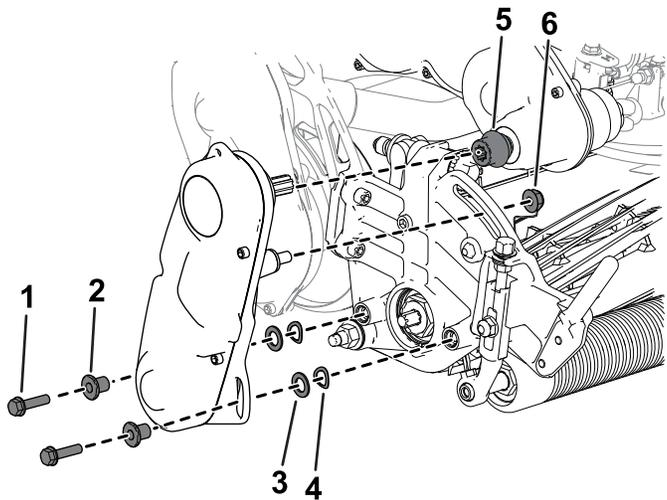

**Bild 7**
- A. Verwenden Sie vier Innensechskantschrauben, um das Mähwerk an der Maschine zu befestigen (**Bild 7**).